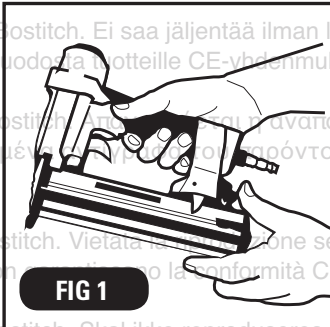

FIG 1
1. Depress magazine release button and pull back magazine. (Fig 1)
1. Appuyez sur le bouton d'ouverture du magasin et tirez ce dernier en arrière. (Fig 1)